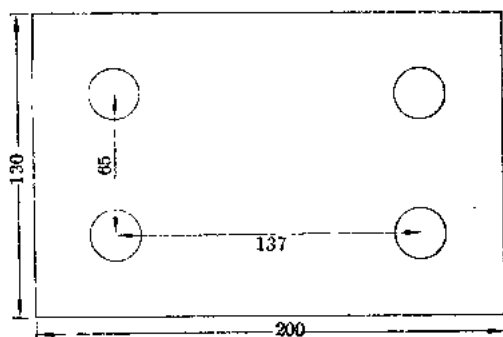

图 1
i. 在 200×130 [毫米]² 的木板四角按 137×60 毫米的中心距, 画出四根立柱的位置(图 1)。